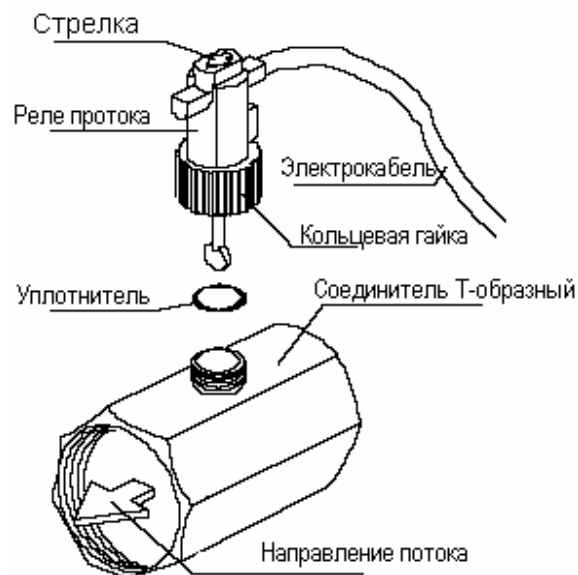

Рис. 7
- Реле при необходимости снимается после отвинчивания пластиковой гайки. При установке его обратно проверьте правильность положения уплотнительного кольца (см. рис. 7).